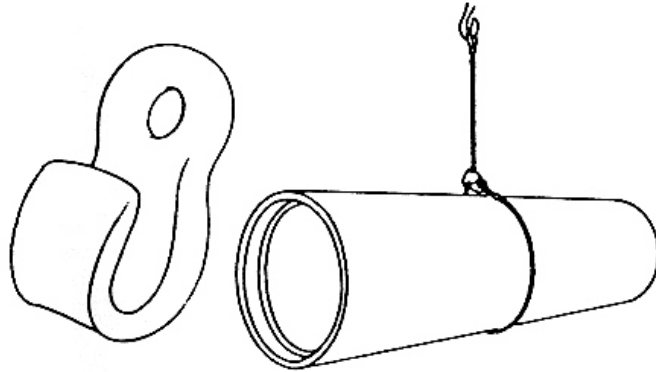

Figure 8 – Crochet à étranglement régulier
- **Le crochet à étranglement régulier** : conçu pour être attaché à l'extrémité d'une élingue (voir figure 8).